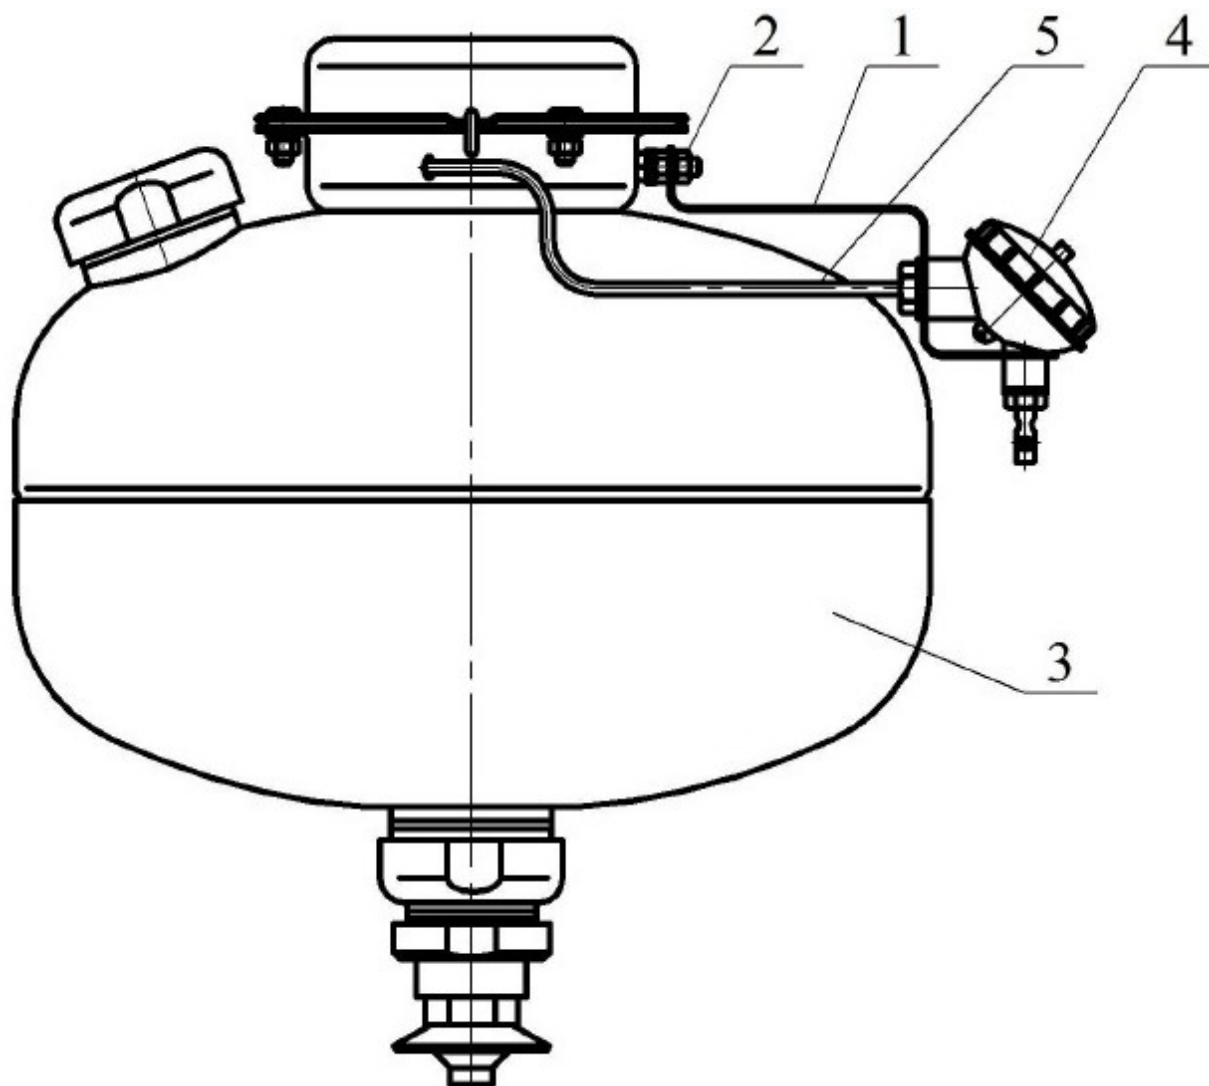
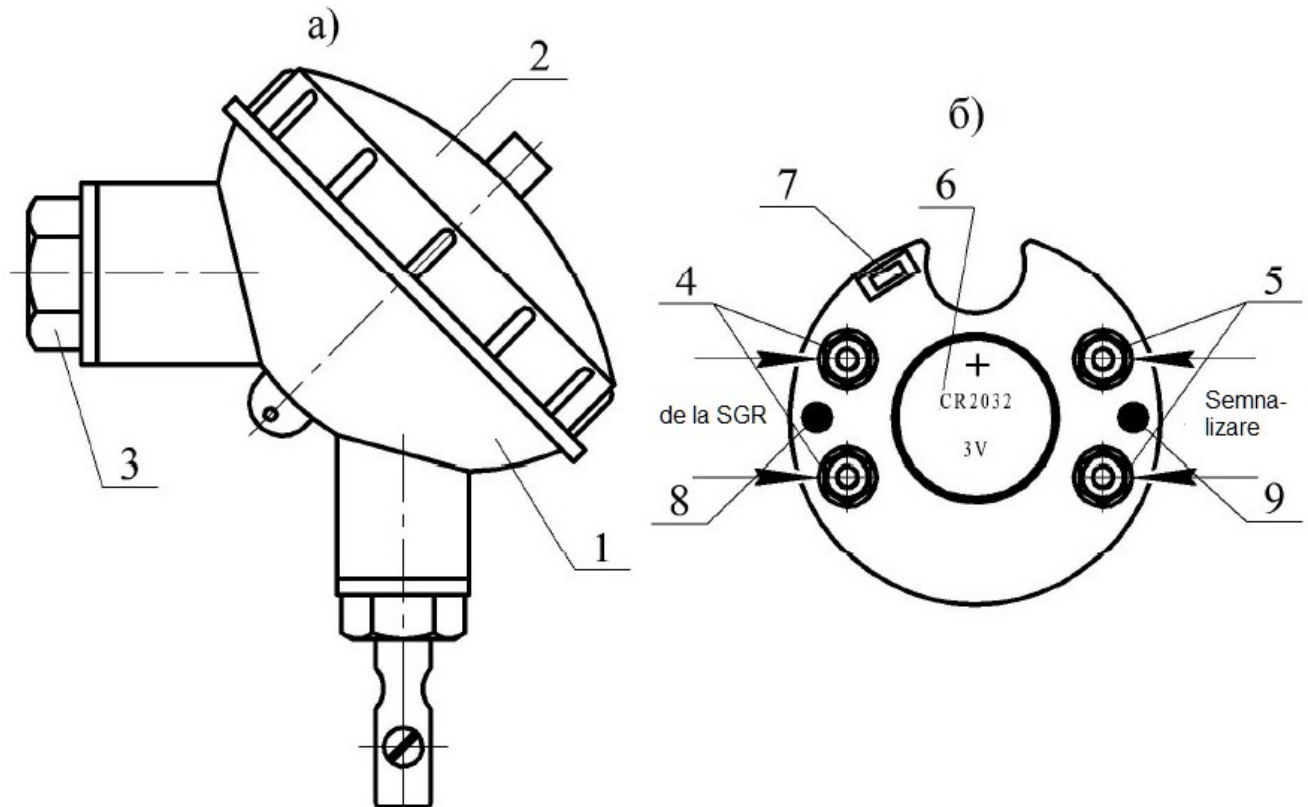

Fig. 3
Fig. 5
6.9.2 Se montează suportul 1 pe carcasa MUPTV cu piulița 2 (vezi fig. 3).
6.9.3 Se desfac capacul 2 și șurubul 3 de pe corpul unității electronice de activare (vezi fig. 5). Prin găurile șurubului 3 (vezi fig. 5) și ale suportului 1 (vezi fig. 3) în etanșarea unității electronice de activare se introduc firele dispozitivului electronic de activare a sursei de gaz rece SGR și, dacă este cazul, cele ale dispozitivului de semnalizare. Se strânge șurubul 3 conform figurii 5